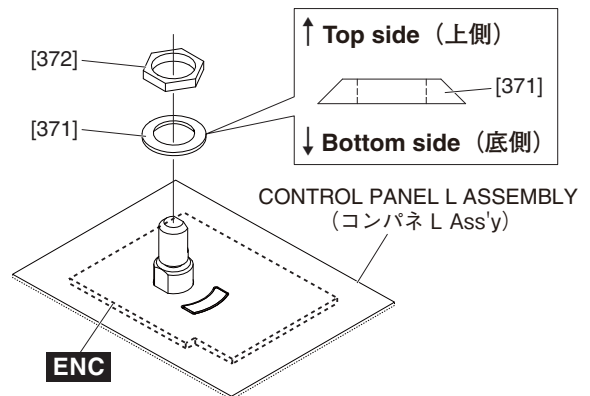

Fig. 14 (図14)
- B-5-4 Remove the spring washe marked [371] and the nut marked [372]. The ENC circuit board can then be removed. (Fig. 14)
* **When installing the ENC circuit board, refer to Fig. 14 and take note of the direction of the spring washer marked [371].**
- B-5-4 [371] の皿パネ座金 1 個と [372] の管用ナット 1 個を外して、ENC シートを外します。(図 14)
※ ENC シートを取り付ける際は、図 14 を参照して [371] の皿パネ座金の向きに注意してください。